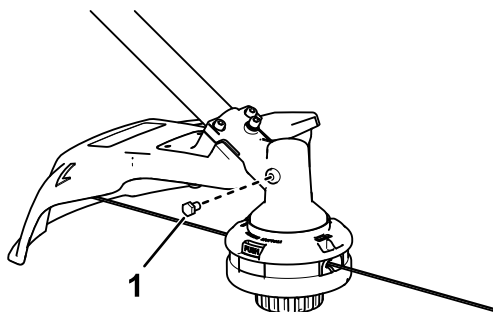

Figura 19
3. Retire el tapón del lateral de la desbrozadora (Figura 19).